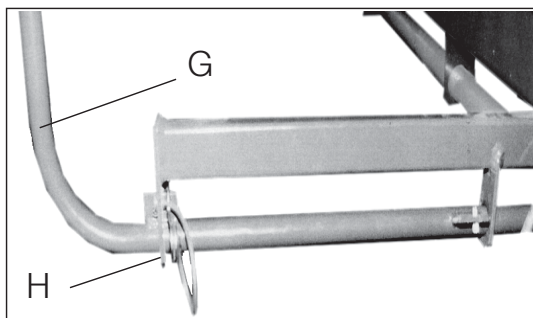

Рисунок 3-6
1. Отводную скобу (G) с двух сторон откинуть вверх, задвинуть и зафиксировать пружинным штекером (H) (Рисунок 3-6)